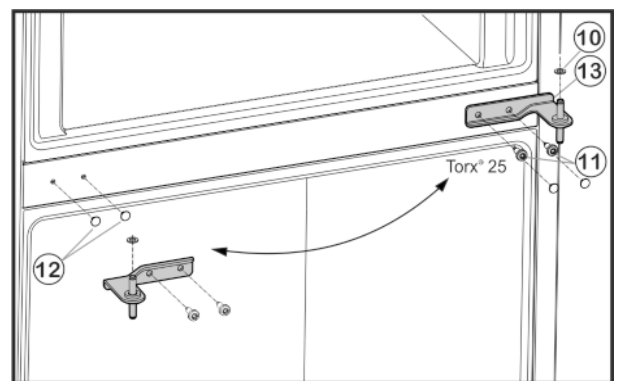

Fig. 5
- ▶ Открутите крепежные винты Fig. 5 (11) (2 шт. Torx® 25) и извлеките средний опорный кронштейн из нижней дверцы.
- ▶ Снимите пластиковую шайбу Fig. 5 (10).
- ▶ Аккуратно снимите крышки Fig. 5 (12) и вставьте их на противоположной стороне.
- ▶ Вставьте средний опорный кронштейн Fig. 5 (13) с поворотом на 180° в нижнюю дверцу и прикрутите с помощью крепежных винтов Fig. 5 (11) (2 шт. Torx® 25) на новую сторону шарнира (**с моментом 4 Нм**).
- ▶ Снова установите пластиковую шайбу Fig. 5 (10).
- ▶ Установите верхнюю дверцу на средний опорный кронштейн Fig. 5 (13).